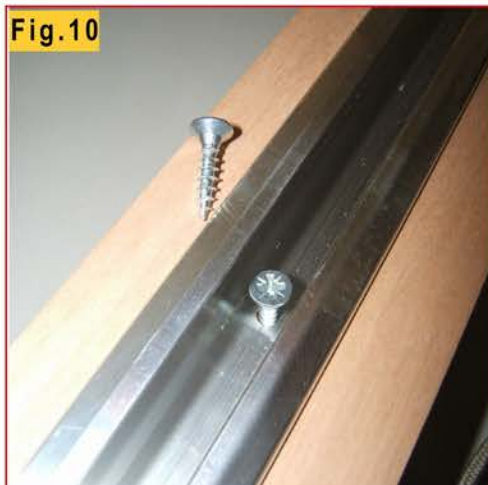

Fig.10
- Fissare la monorotaia al travetto mediante le viti 4,5x30 zincate bianche (Fig.10).
- Fixer le monorail au soliveau par les vis 4,5x30 zinguées blanches (Fig. 10).
- Fijar el monorriel a la vigueta por los tornillos 4,5x30 galvanizados blancos (Fig. 10).